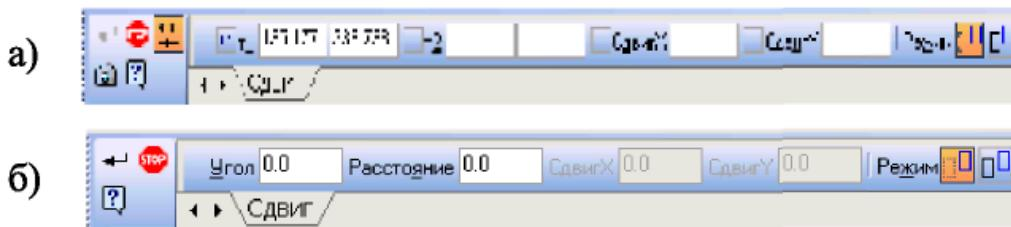

Рисунок 4.2 - Ввод параметров при сдвиге объектов
- Сдвиг по углу и расстоянию. Команда Сдвиг осуществляет перемещение выделенных объектов по вектору, заданному координатами двух точек T1, T2 или проекциями этого вектора в полях Сдвиг X, Сдвиг Y панели свойств (рис. 4.2 а).
Команда Сдвиг по углу и расстоянию осуществляет перемещение выделенных объектов по вектору, заданному углом наклона к оси X (поле Угол) и его длиной (поле Расстояние) (рис. 4.2 б). Для переноса фрагментов, состоящих из нескольких примитивов, необходимо:
Для того чтобы оставить изображение предыдущего фрагмента, необходимо включить соответствующий режим в Панели свойств Оставить исходные объекты или - Удалять исходные объекты. Положение базовой точки и сдвиг по осям x и y возможен с помощью ввода соответствующей информации в окнах Панели свойств (рис. 4.2 а, б).